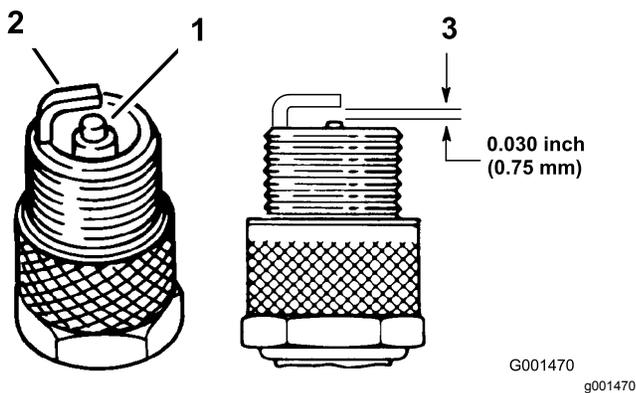

图24
1. 查看火花塞的中心图24。如果您看到绝缘体上有浅棕色或浅灰色涂层说明发动机运行正常。如果绝缘体上的涂层是黑色的通常意味着空气滤清器已变脏。
2. 检查中心电极与侧电极之间的空隙图24。如果空隙不正确请弯转侧电极图24。
3. 将电线连接到火花塞上图24。